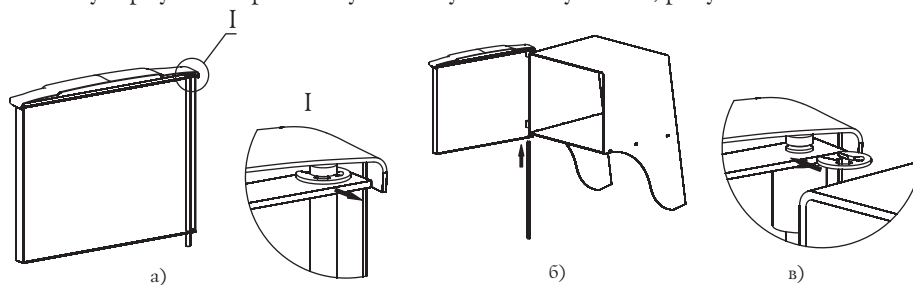

Рисунок 9. Установка дверцы при монтаже печи.
1. Извлеките ось из дверцы, предварительно сняв упорную быстросъемную шайбу, рисунок 9.а;
3. Вставьте ось через отверстия снизу вверх, с расположением канавки под шайбу в верхней части оси, рисунок 9.б;